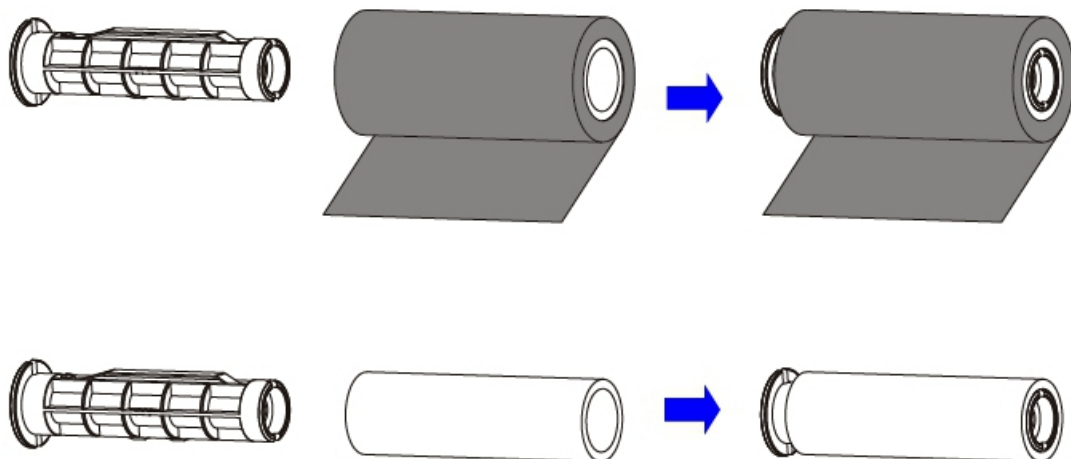

Рисунок 2-6 Размещение рулона ленты и запасного сердечника на ленточных шпинделях
4. Наденьте рулон ленты на один из ленточных шпинделей и установите запасной сердечник на другой шпindel, см. рисунок 2-6.